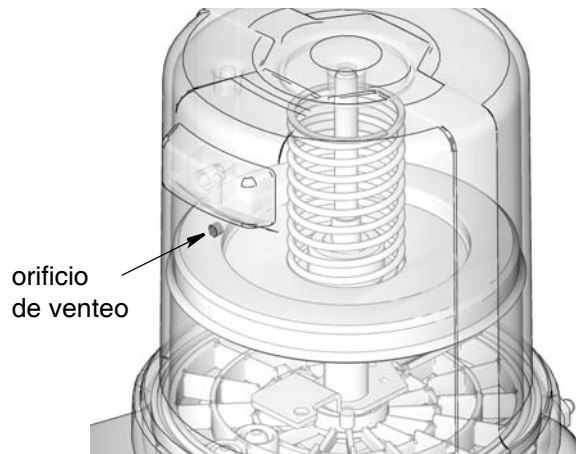

FIG. 15
3. Llene el depósito con grasa hasta que el sello del plato seguidor sobrepase el orificio de venteo (FIG. 15) y se haya expulsado la mayor parte de aire del depósito.